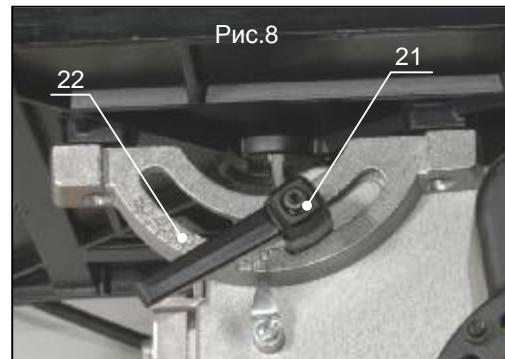

Рис.8
1. Ослабить рычаг (поз.21, рис.8) крепления рабочего стола, повернув его против часовой стрелки.
2. Плавно наклонить рабочий стол до требуемого угла. Регулировка положения стола осуществляется с помощью специальной измерительной шкалы (поз.22, рис.8).
3. Затянуть рычаг (поз.21, рис.8) крепления рабочего стола, повернув его по часовой стрелке.